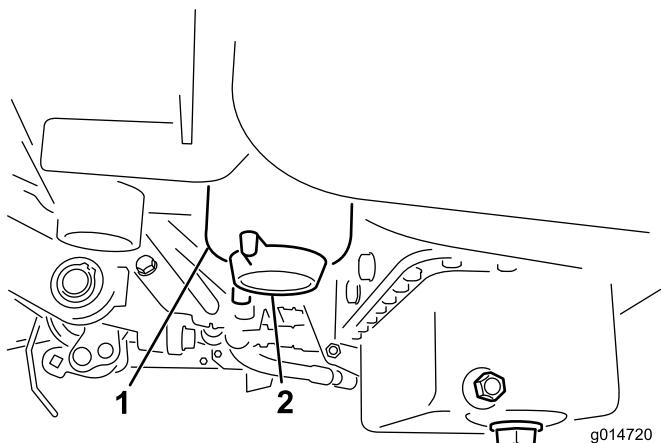

图48
2. 清洁滤清器过滤筒的安装区域（图48）。
4. 打开滤清器排油塞（图48）。